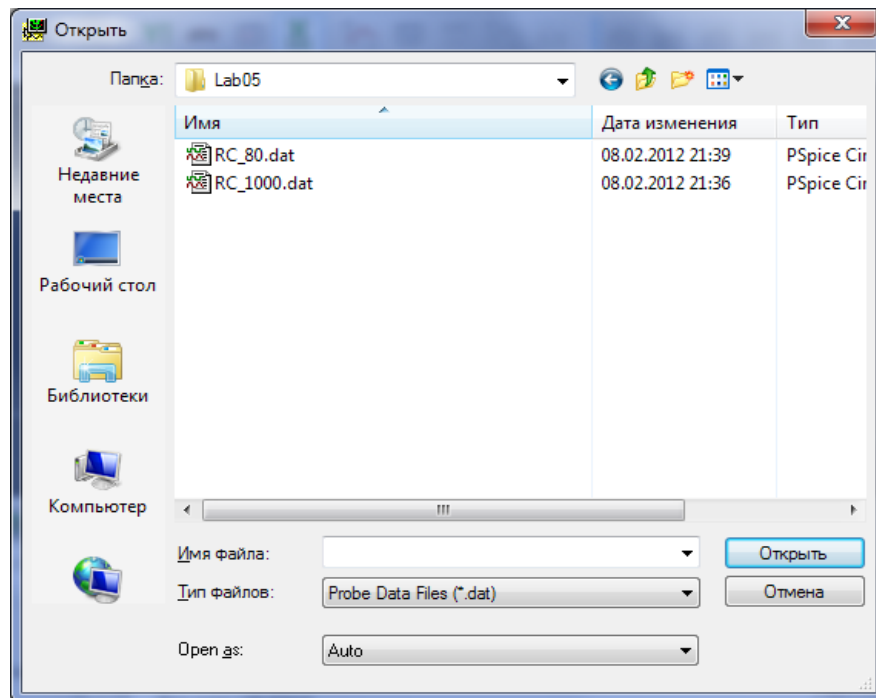

Рисунок 5.14 – Вікно *Open* з файлами **.dat*
34. Натисніть на кнопку на панелі інструментів *Probe* , яка відповідає команді меню *File* → *Open*. Відкрийте у вікні, що з'явилося, робочу теку (рис. 5.14).